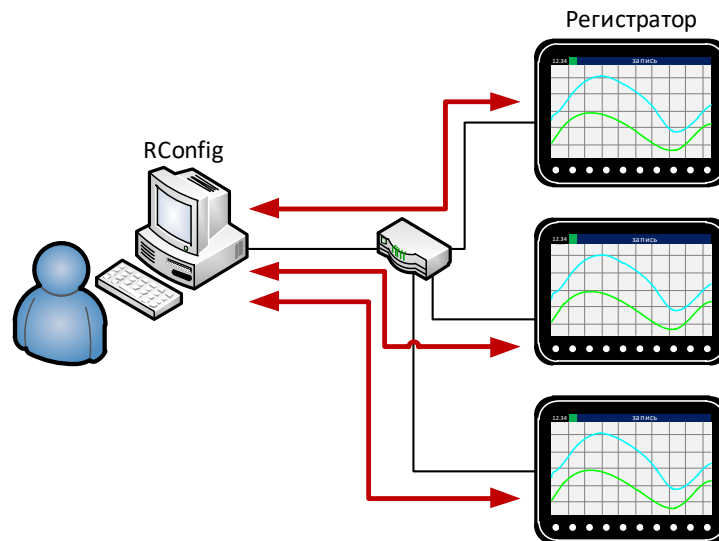

Рис. 1. Конфигурирование через Ethernet/RS-485
- Подключить регистратор к ПК с помощью интерфейса Ethernet или RS-485/RS-232 (рис. 1) и прочитать конфигурацию из регистратора.
- Подключить регистратор к ПК с помощью интерфейса Ethernet или RS-485/RS-232 (рис. 1) и сохранить конфигурацию в регистратор.